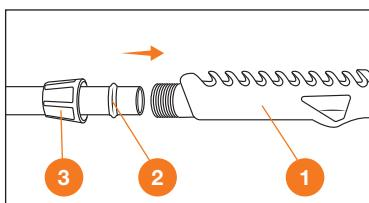

Рис. 6
6. Присоедините рукоятку управления ① к шлангу опрыскивателя ② и зафиксируйте накидной гайкой ③ (Рис. 6).